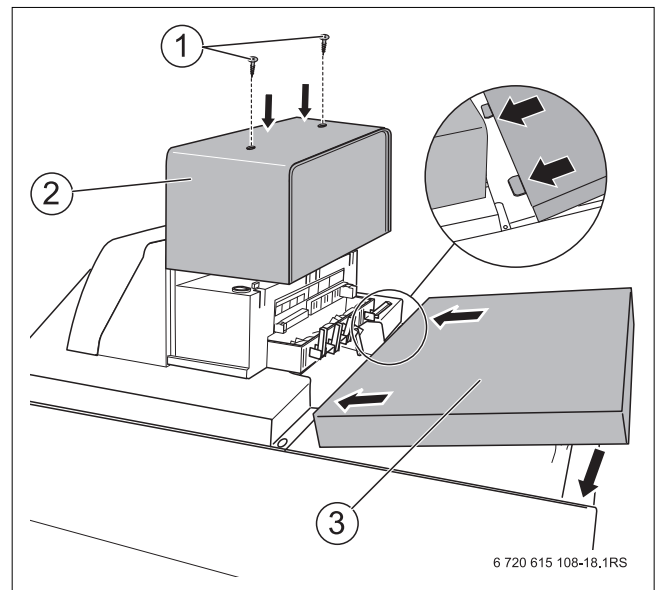

Bild 18 Deckel Regelgerät und Kesselhaube schließen
- ▶ 2 Sicherungsschrauben der hinteren Kesselhaube entfernen (→ Bild 18, Seite 13).
- ▶ Hintere Kesselhaube (→ Bild 18, Seite 13, [3]) abnehmen.
- ▶ 2 Schrauben am Deckel des Regelgeräts (→ Bild 18, Seite 13, [1]) entfernen.
- ▶ Deckel des Regelgeräts (→ Bild 18, Seite 13, [2]) abnehmen.